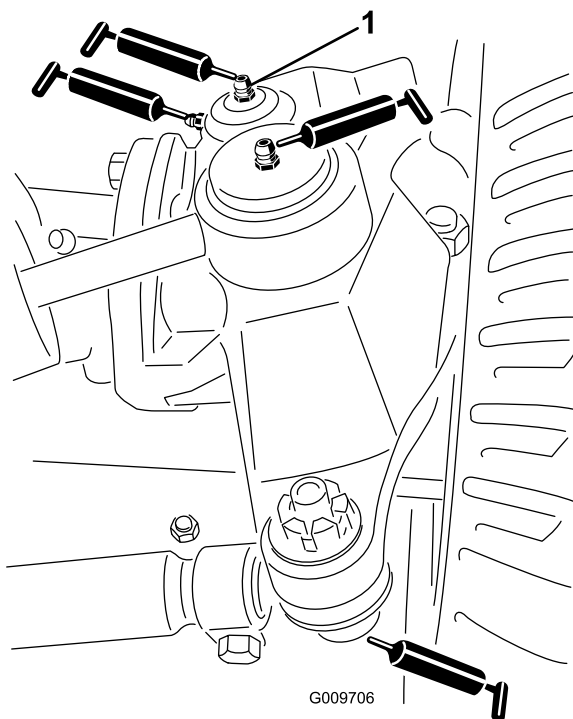

Figura 71
- Articulaciones esféricas del cilindro de dirección (2) (Figura 71)
- Articulaciones esféricas de las bielas (2) (Figura 71)
- Casquillos del pivote de dirección (2) (Figura 71). **El punto de engrase superior del pivote de dirección debe lubricarse solamente cada año (2 aplicaciones).**